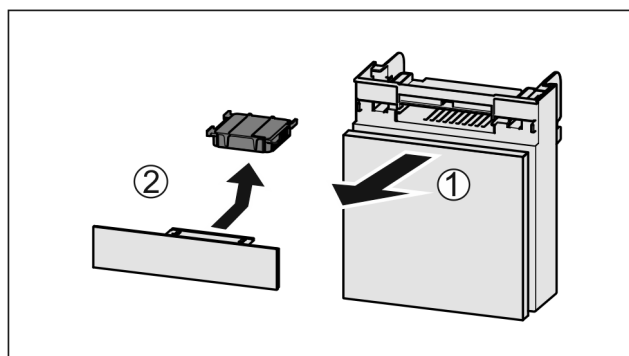

Fig. 164
- ▶ Estrarre il vano tirando in avanti Fig. 164 (1).
- ▶ Rimuovere il filtro a carboni attivi Fig. 164 (2).